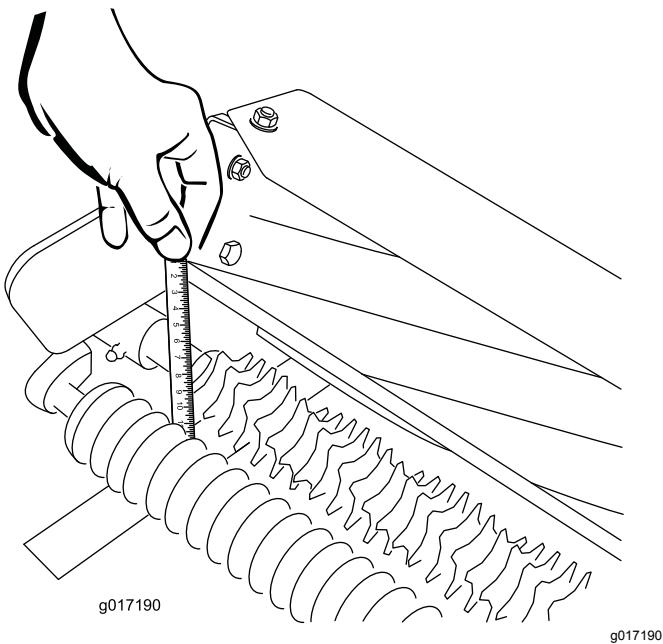

Figura 26
- Da un'estremità dell'albero grooming, misurate la distanza tra la punta inferiore della lama grooming e la superficie di lavoro (Figura 26).